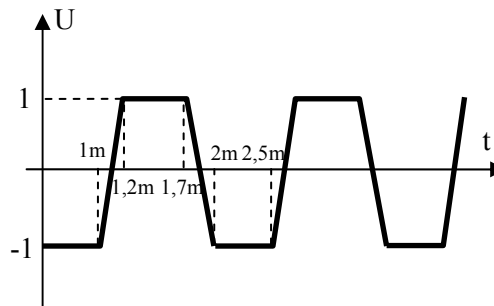

Figura 5.26
3. Completați specificațiile de regim tranzitoriu pentru sursa de tip VPULSE care să genereze semnalul din figura 5.26. Semnalul conține o întârziere (TD) de 1 ms, timpul de creștere (TR) de 0,2 ms, timpul de cădere (TF) de 0,3 ms, lățimea pulsului (PW) de 0,5 ms, iar perioada (PER) de 1,5 ms.
9. Confrunțați rezultatul obținut cu forma propusă în figura 5.26.